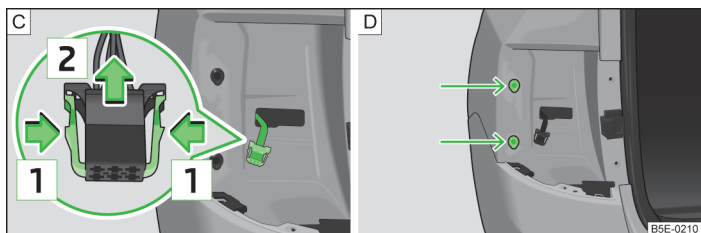

Abb. 230 Leuchtenstecker / Leuchte einbauen
- Die beiden Verriegelungen am Stecker in Pfeilrichtung [1] zusammendrücken » Abb. 230 - [C].
- Die Leuchte in die Aufnahmen in der Karosserie einsetzen » Abb. 230 - [D].